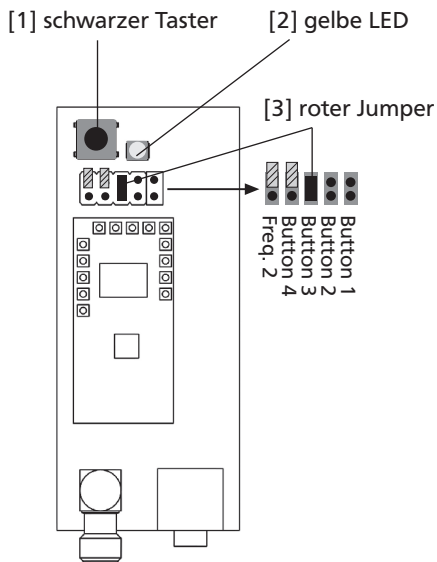

Abb. 2: Taste 3 als Auslösetaste aktiviert, die Jumper auf Button 4 und Freq. 2 sind inaktiv.
*Abbildung 2* zeigt einen Empfänger, dessen Jumper in Position „Button 3“ aktiv ist, die Jumper in Position „Button 4“ und „Freq. 2“ sind inaktiv.